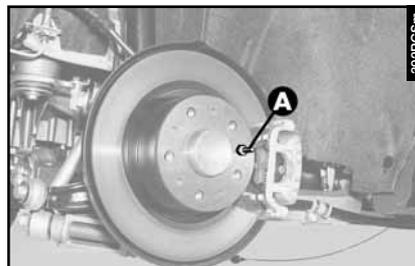
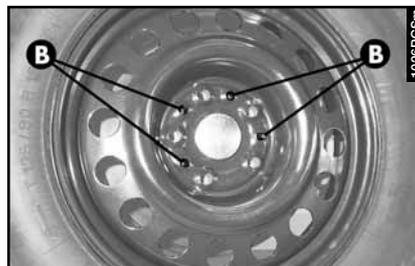

fig. 10
fig. 11
– Monter la roue de secours en faisant coïncider le pivot (**A-fig. 10**) du moyeu à un des trous (**B-fig. 11**) de la roue.
– Monter la roue en faisant coïncider le pion (**A-fig. 10**) du moyeu avec l'un des trous (**B-fig. 11**) de la roue.